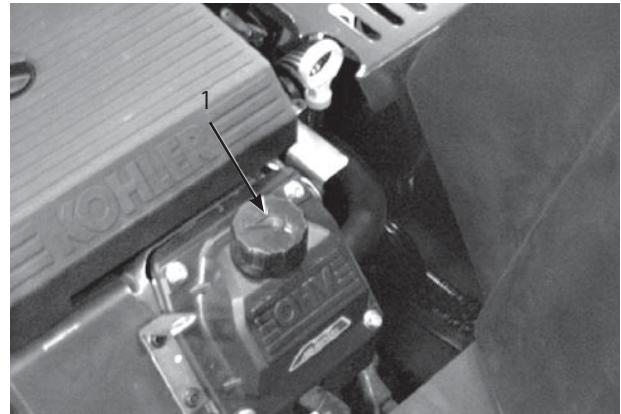

図44
3. 異物が入らないよう、ディップスティック (図44) の周辺をきれいに拭く。
5. 補給口 (図44) から、所要量の80%程度の量を入れる。34ページの「エンジン・オイル」の項を参照。